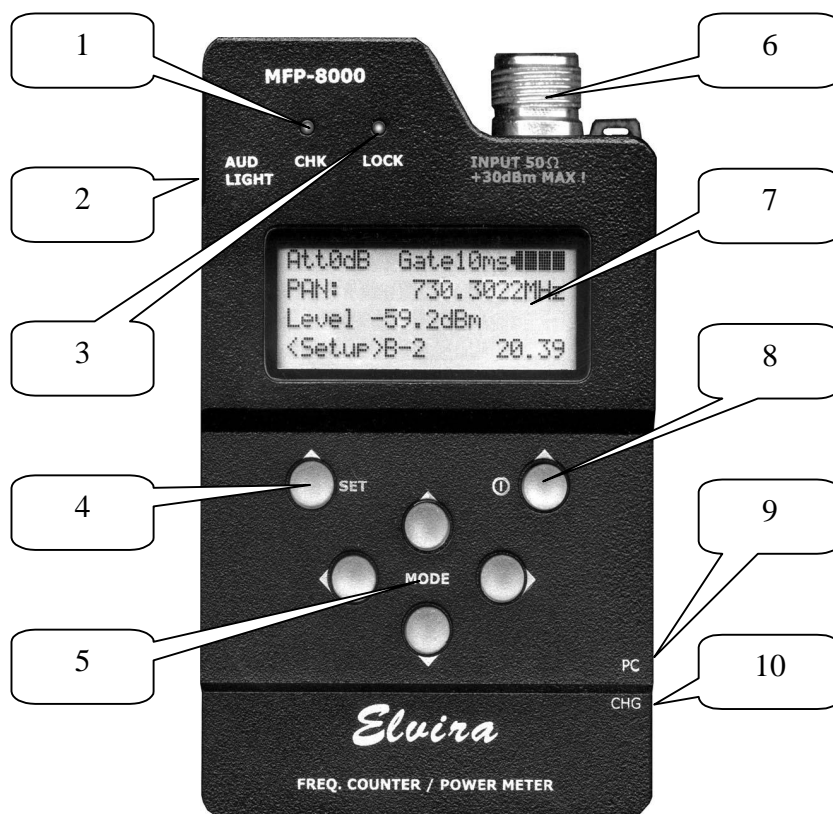
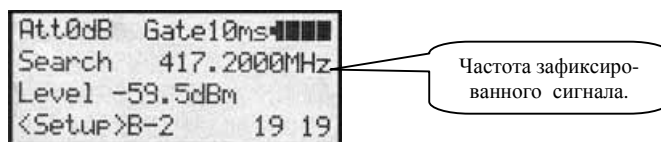
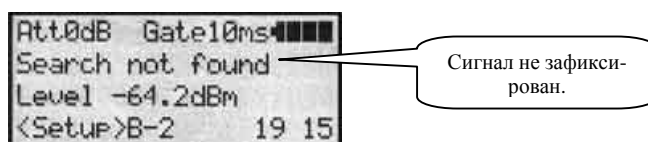

Рис. 1
Рис. 4
Рис. 5
Включение и выключение прибора осуществляется нажатием и удержанием кнопки включения/выключения (см. 8 на Рис. 1) на время порядка 3-х секунд.
**Внимание!** Если при включении прибора дисплей не светится и загорается красный светодиод «СНК» (см. 1 на рис. 1), то для дальнейшей работы прибора следует зарядить аккумулятор.
Осуществляя перебор режимов работы при помощи кнопок курсора вверх-вниз (см. 5 на Рис. 1) выберите нужный (выделен обратными скобками). Режим вступит в силу после нажатия кнопки 4 (см. Рис. 1), выделенной на дисплее в строке назначения функциональных кнопок.
Поисковый режим применяется в тех случаях, когда требуется отыскивать источники радиоизлучения. В этом режиме для облегчения поиска производится цифровая фильтрация измеряемой частоты и может быть включен режим акустической завязки. Звуковой излучатель включается на время, нажатия и удерживания кнопки «AUD» (2 на рис. 1). Захват частоты фиксируется загоранием зеленого светодиода «Lock» (3 на рис. 1). Измеренное значение выводится на индикатор (см. Рис. 4) и индицируется там до момента перехода в другой режим или выключения прибора (даже в случаях, если источники сигнала выключаются). В случаях не обнаружения сигнала на индикатор выводится соответствующее сообщение (см. Рис. 5).
Последовательным нажатием кнопки «стрелка вправо» блока курсоров 5 (см. рис. 1) можно задать одно из пяти значений превышения (порога срабатывания) - +3дБ, +6дБ, +12дБ, +18дБ или +24дБ. При появлении устойчивого сигнала, превышающего установленный порог, изделие фиксирует его в реальном времени, загорается зеленый светодиод «Lock» и на индикатор выводится значение зафиксированной частоты, а при включенной функции «Message» (см. п. 6.5.) - подается звуковой сигнал.
Все перемещения по меню и подменю осуществляется при помощи кнопок блока курсоров 5 (см. рис. 1), в соответствии со стрелками: вверх, вниз, вправо, влево. Активная в текущий момент позиция выделяется обратными скобками. Действия - функциональными кнопками (см. строку назначения функциональных кнопок).
Для установки времени и даты нажмите функциональную кнопку <Set>, на дисплее появится мерцающий маркер. Перемещение маркера по позициям осуществляется кнопками блока курсора (см. Рис. 1) вправо влево, изменения вводимого значения – кнопками вверх вниз. Для сохранения введенных установок следует повторно нажать функциональную кнопку <Set>.
Для заряда встроенного аккумулятора при работающем приборе следует подключить зарядное устройство, входящее в комплект поставки, к гнезду «CHG» (10 на рис. 1), затем к сети. По мере зарядки аккумулятора количество зачерненных секторов будет возрастать. По завершению заряда зачернены все сектора, прибор продолжает работу. Время заряда аккумулятора в этом случае около семи часов.
Для использования режима «акустозавязывания» (см. п.п. 6.2.) при идентификации радиомикрофонов в MFP - 8000 имеются соответствующий детектор, усилитель и звуковой излучатель. Звукоизлучатель включается на время нажатия и удерживания кнопки «AUD» (2 на рис. 1).